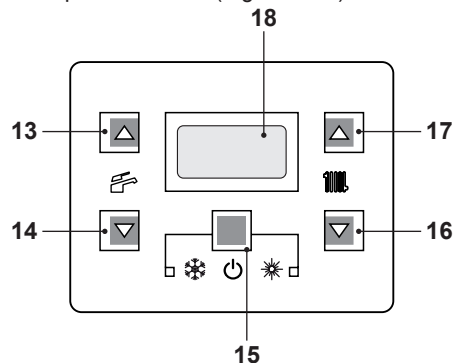
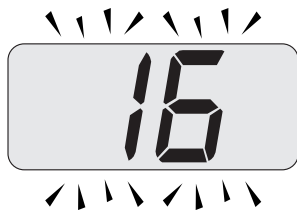
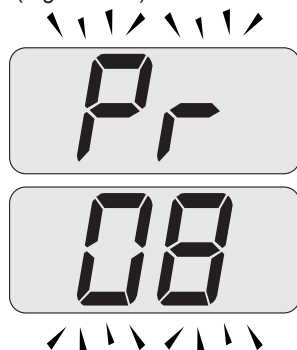

Figura 5.25
Figura 5.27
Figura 5.28
- Entrare in "modalità programmazione" premendo contemporaneamente per 10 secondi i tasti 15 - 16 - 17 (Figura 5.25) fino a far apparire sul display LCD le lettere **Pr** che si alternano con il codice **01**, indicanti l'entrata nel "parametro 01" (Figura 5.26).
- Premere contemporaneamente i tasti 15 e 17 (Figura 5.25) fino a far apparire sul display LCD il valore del parametro 01 (Figura 5.27).
- Premendo il tasto 15 (Figura 5.25) si ottiene la conferma del valore inserito.
- Premendo contemporaneamente i tasti 15 e 16 (Figura 5.25) si esce senza modificare il valore (ritorno alla lista parametri Figura 5.26).
- Premendo contemporaneamente per 10 secondi i tasti 15 - 16 - 17 (Figura 5.25) si esce dalla "modalità programmazione".
- Scorrere i vari parametri utilizzando i tasti 16 o 17 (Figura 5.25) fino a far apparire sul display LCD le lettere **Pr** che si alternano con il codice **08**, indicanti l'entrata nel "parametro 08" (Figura 5.28).
- Premere contemporaneamente i tasti 15 e 17 (Figura 5.25) fino a far apparire sul display LCD il valore del parametro **08** (**00**= Nessun Reset) (Figura 5.29).
- Premendo i tasti 15 e 16 (Figura 5.25) si
- Premere i tasti 16 o 17 per scorrere i vari parametri fino a far apparire sul display LCD le lettere **Pr** che si alternano con il codice **01**, premere contemporaneamente i tasti 15 e 17 (Figura 5.25) fino a far apparire sul display LCD il valore del parametro **01** (Figura 5.30).